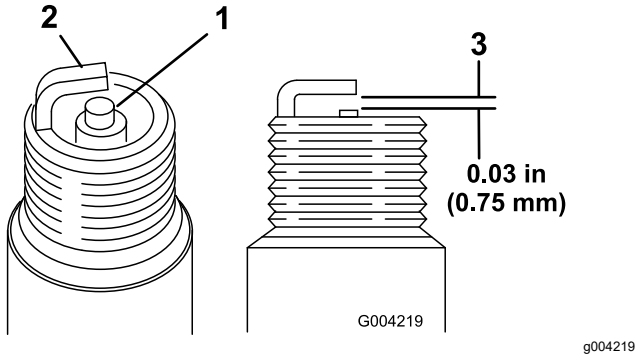

Figura 47
1. Veja a parte central de ambas as velas de ignição (Figura 47). Se verificar uma cobertura castanha ou cinzenta no isolante, o motor está a funcionar corretamente. Uma cobertura preta no isolante indica que o filtro de ar está sujo.
2. Verifique a folga entre os elétrodos central e lateral (Figura 47).
3. Dobre o elétrodo lateral (Figura 47) se a folga não for a correta.